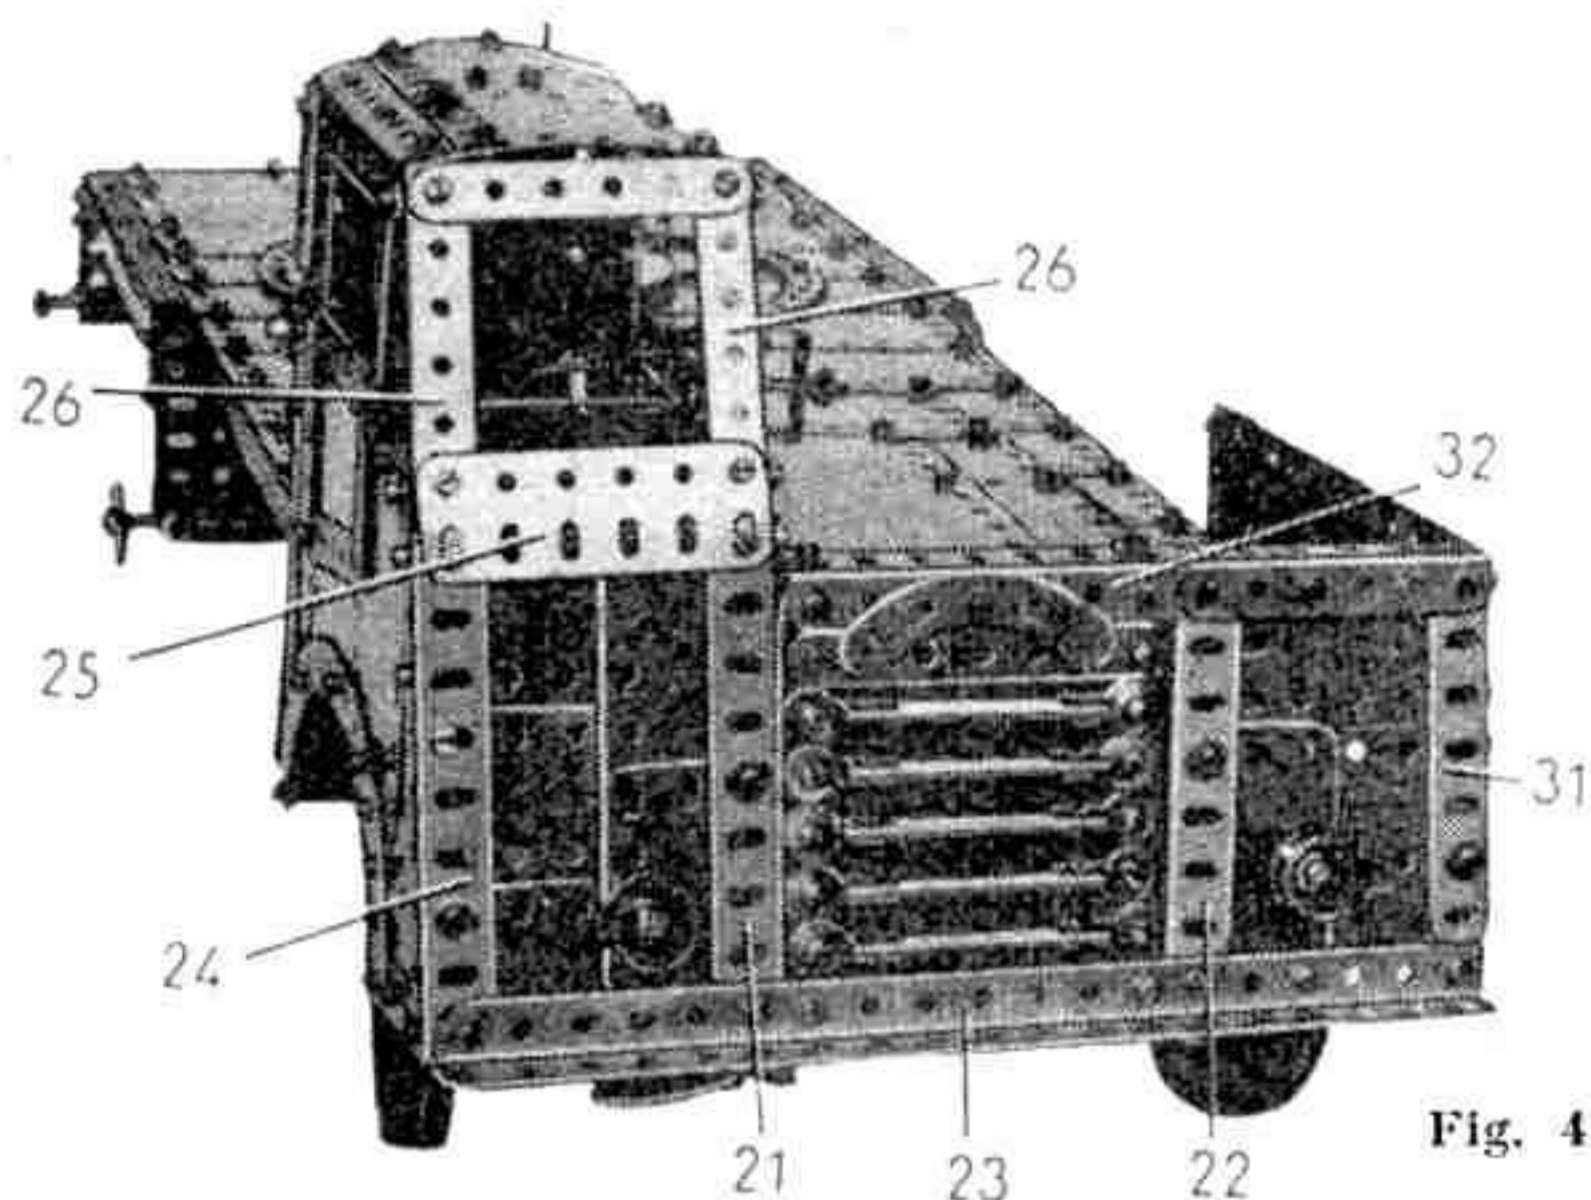

Fig. 4
Les longerons (1) portent respectivement à leur extrémité avant une cornière de 9 trous (21) et une cornière (22) composée d'une cornière de 7 trous et d'une de 3, qui se recouvrent sur deux trous (fig. 4). Une cornière de 19 trous (23) est boulonnée sur les cornières (21) et (22).